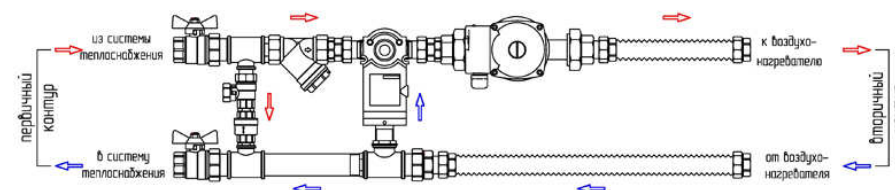

Рис.1 Смесительный узел SUM(H)-F
Смесительные узлы серии SUM(H)-F применяются в системах вентиляции для регулирования мощности водяных нагревателей посредством 3-ходового клапана с приводом, который обеспечивает смешивание прямого и обратного теплоносителя. Данная схема обеспечивает постоянный расход теплоносителя во вторичном контуре (рис.1)
8. Установка смесительного узла должна производиться таким образом, чтобы отстойник фильтра был направлен вниз (смотри рисунок 1 и 2), в противном случае грозит повышенное засорение сетки фильтра и его засорение, которое повлечёт за собой снижение мощности обогревателя и риск его замерзания.